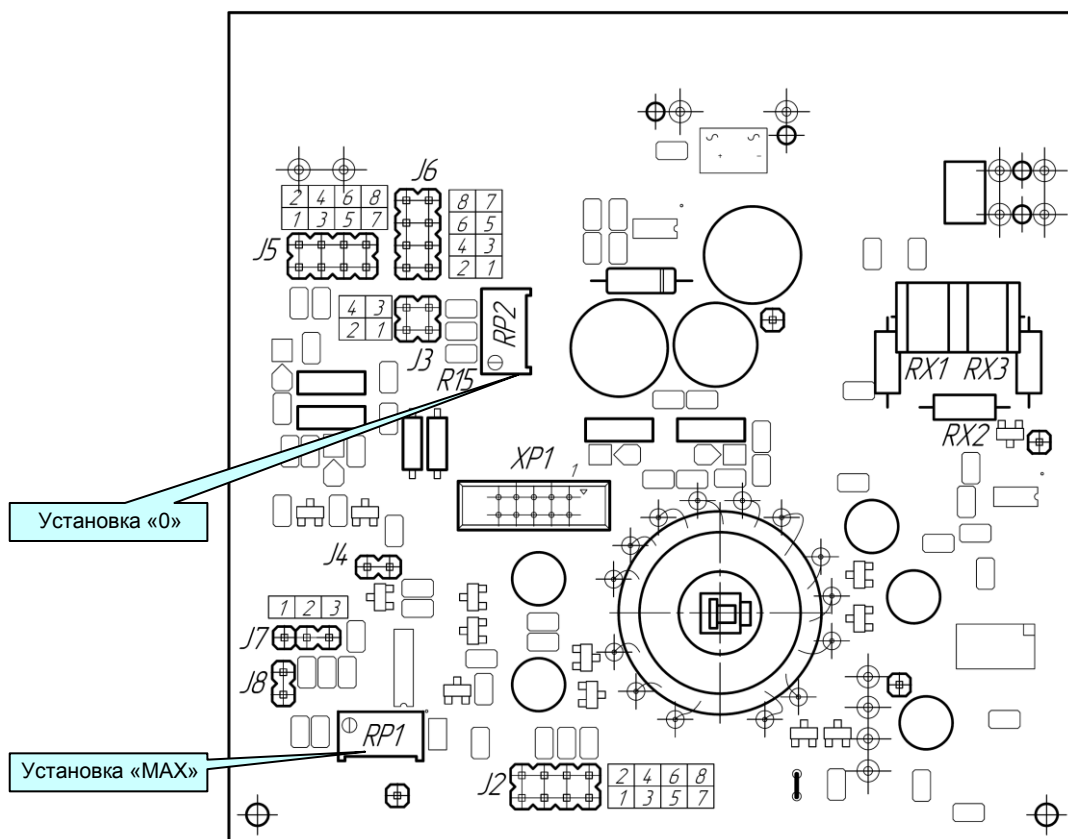

Рисунок 5.1.1 - Схема расположения органов регулирования и элементов настройки ПНС-11
5.1.6 Для переналадки блока на другие входные/выходные сигналы используйте рисунок 5.1.1 и таблицы 5.1.1 и 5.1.2.
1. Для диапазона входного сигнала от 4 до 20 мА и выходного сигнала от 0 до 10 В необходимо установить сопротивление R15 равным 100 кОм (см. рисунок 5.1.1). Для других диапазонов R15 должен быть 200 кОм (устанавливается предприятием-изготовителем).
5.1.7 Время преобразования для ПНС-11 с заводской установкой равно 6 секундам - это максимальное время, необходимое для преобразования значения входного сигнала при резком его изменении (во весь диапазон шкалы - от 0% до 100% или наоборот). Если нужно перенастроить данное время нужно изменить положение перемычек J7 и J8 (см. рисунок 5.1.1) в соответствии с таблицей 5.1.4.